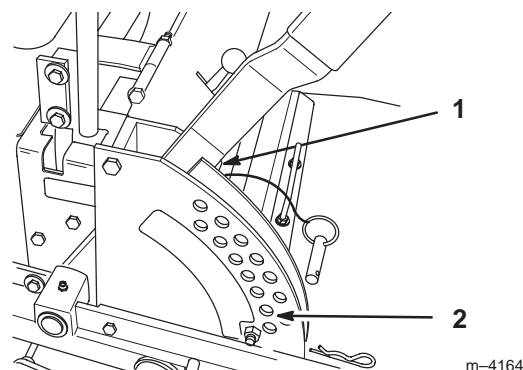

Figure 59
4. Relevez le plateau de coupe en position de transport et détendez les deux grands ressorts de levage du plateau en desserrant l'écrou situé devant chaque ressort (Fig. 59).
5. Placez deux cales de 38 mm (1-1/2") d'épaisseur sous le bord inférieur arrière gauche et droit de la tondeuse. Placez une cale de 57 mm (2-1/4") sous le bord inférieur central avant de la tondeuse. Sélectionnez la hauteur de coupe de 51 mm (2") (Fig. 59).
1. Déplacez le levier de relevage du plateau de coupe à la position de transport (Fig. 59).